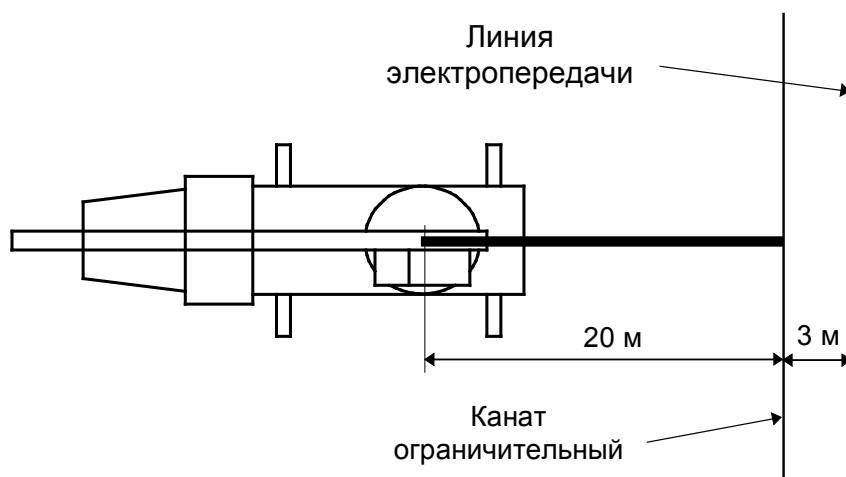

Рисунок 6 - Проверка срабатывания МЗОНа
4.3.4.2.1 Установить на площадке машину (стрела находится в транспортном положении) перпендикулярно линиям электропередачи на расстоянии ( $20 \pm 1$ ) м от оси вращения крана до воображаемой вертикальной плоскости, проходящей через ограничительный канат макета ЛЭП (см. рисунок 6).